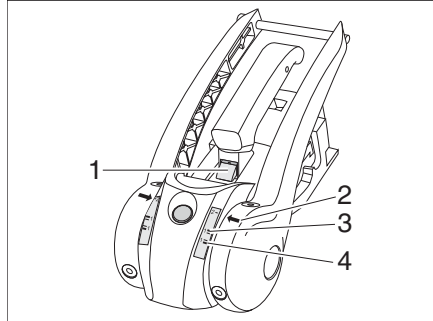

Bild 160 Förslitningskontroll friktionsbeläggning
- När den gröna markeringen syns (Bild 160,1) är friktionsbeläggen fram och bak fortfarande OK. Om den gröna markeringen inte längre syns måste friktionsbeläggen bytas.
- Är pilen (Bild 160,2) under Softdock-markeringen 1-grön (Bild 160,4) är friktionsbeläggen till höger och vänster OK. Är pilen (Bild 160,2) över Softdock-markeringen 1-röd (Bild 160,3) måste friktionsbeläggen bytas.
- Om den gröna markeringen syns (Bild 160,1) är kopplingskulan OK. Om den gröna markeringen inte längre syns är kopplingskulans diameter < 49 mm och kopplingskulan måste bytas.